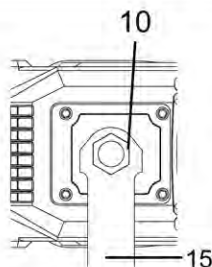

Fig. 6
- >Desaperte o parafuso hexagonal (10) com a chave (15) e remova-o. (Fig. 6).
- >Coloque e aparafuse o parafuso hexagonal de volta no produto. Certifique-se de que está bem preso (Fig.6)